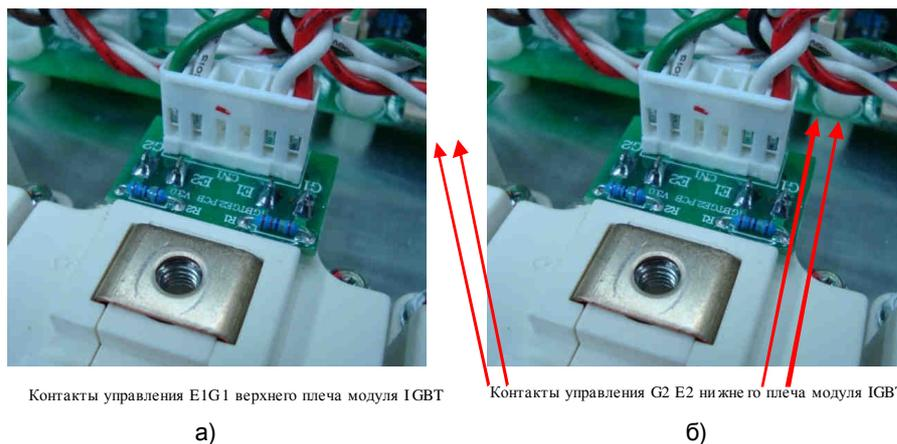

Рис. 4.20.
- подключить щупы осциллографа к контактам G1 (вход осциллографа) и E1 (общий провод щупа) разъёма монтажной платы модуля IGBT (см. рис. 4.20а) и визуально оценить осциллограмму сигналов управления в верхнего плеча;
- подключить щупы осциллографа к контактам G2 (вход осциллографа) и E2 (общий провод щупа) разъёма монтажной платы модуля IGBT (см. рис. 4.20б) и визуально оценить осциллограмму сигналов управления нижнего плеча;